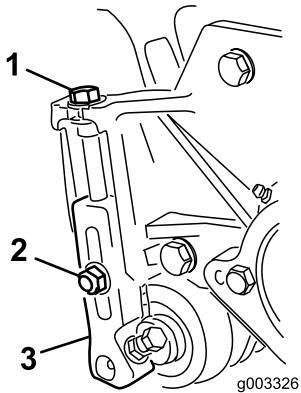

Figura 22
- Allentate i dadi di bloccaggio che fissano i bracci di regolazione dell'altezza di taglio sulle piastre laterali dell'apparato di taglio (Figura 22).